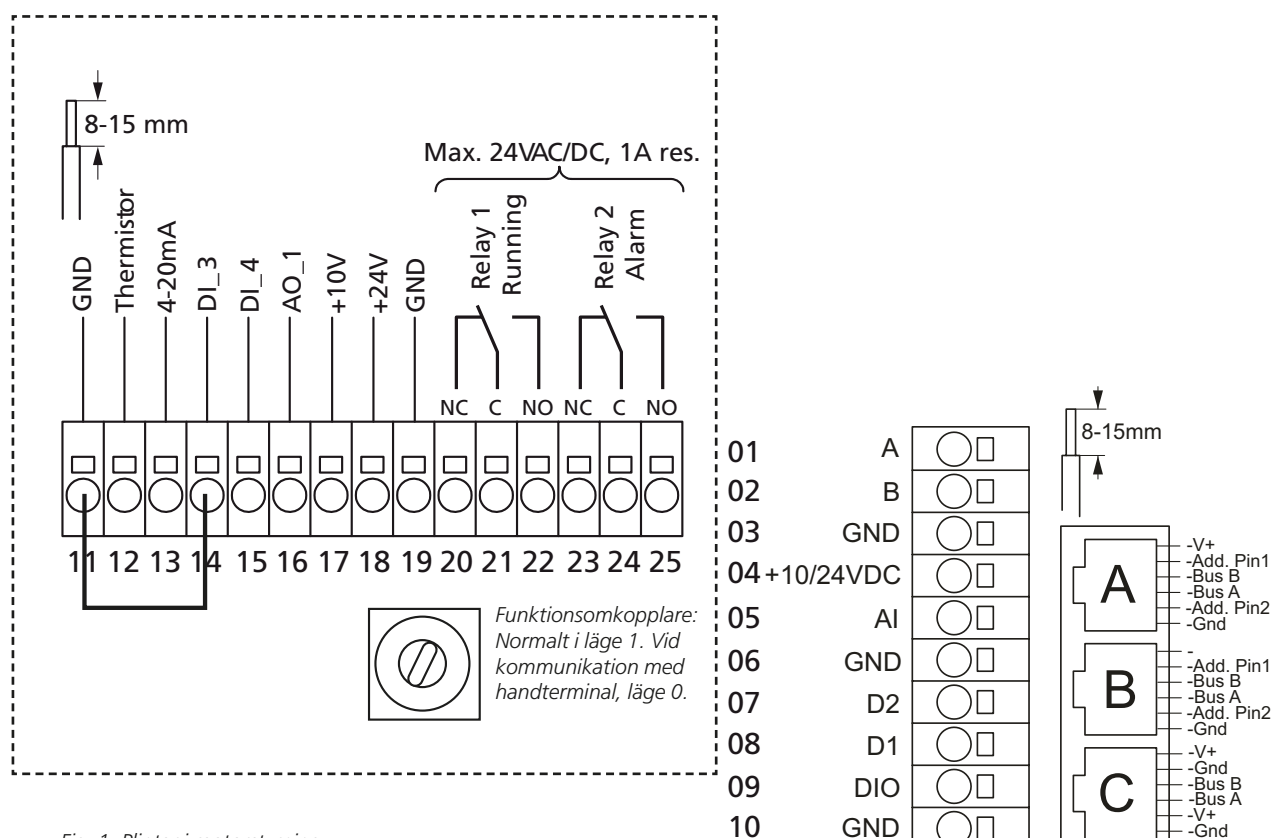

Fig. 1. Plintar i motorstyrning
Motorstyrningen är försedd med en digital ingång för återställning av larm. Larmutgången återställs genom att kortsluta plint 06 (GND) och 07 (Din2) (se fig. 1). Larmutgången kan också återställas genom att stänga av spänningen till motorstyrningen i mer än 60 sekunder.
- Anslut styrsignalen 0 – 10 V DC från en extern regulator på plint 05 (0 - 10 V in) och 03 (GND) (se fig. 1).
- Styrpotentiometern ansluts på plint 04 (+10 Vdc), 05 (0 - 10 V in) och 03 (GND) (se fig. 1).
- Start- och stoppsignalen ansluts på plint 10 (GND) och 08 (Din1) (se fig. 1). Det ska vara en potentialfri digital kontakt.
- Brandlägessignalen ansluts till motorstyrningen på plint 11 (GND) och 14 (Dig. in3) (se fig. 1). Det ska vara en potentialfri digital kontakt.
- Alarm Reset-signalen ansluts till motorstyrningen på plint 06 (GND) och 07 (Din2) (se fig. 1). Det ska vara en potentialfri digital kontakt.
- Driftindikering ansluts till plint 16 (0-10V out) och 19 (GND) (se fig. 1).
- Driftsignal är märkt med "R1", och ansluts till plint 20 (NC), 21 (C) och 22 (NO) (se fig. 1).
- Larmsignalen är märkt med "R2", och ansluts på plint 23 (NC), 24 (C) och 25 (NO) (se fig. 1).